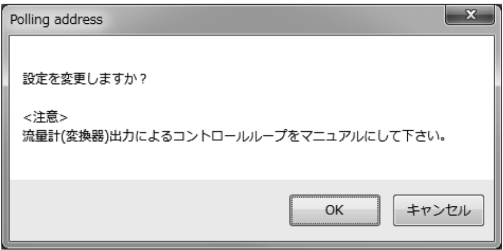

図99
- ③ 設定が完了したら「OK」ボタンをクリックします。メッセージボックス(図99)が表示され、ここで「OK」ボタンをクリックすると入力した設定値に変更されます。